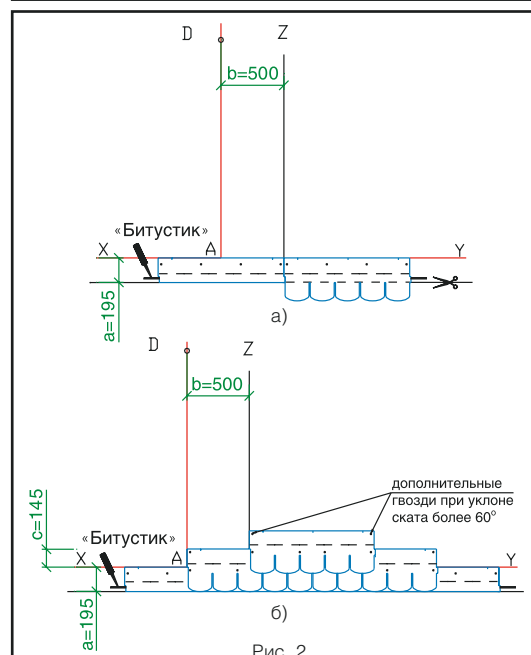

Рис. 2
Укладка материала (рис. 2)
- Начальный ряд формируется из листов черепицы АНТИК, обрезанных по линии, образованной конечными точками вырезов. Полученные таким образом полосы шириной 19,5 см укладываются по линии карниза в обе стороны от линии Z (рис. 2а) и фиксируются по нижнему краю битумной мастикой «Битустик», а по верхней кромке 4 гвоздями (ось гвоздей на 5 см ниже верхнего края полосы);
- далее первый ряд черепицы укладывается от линии AD (рис. 2б);
- второй ряд укладывается от линии Z (со смещением 50 см от AD) (рис. 2б);